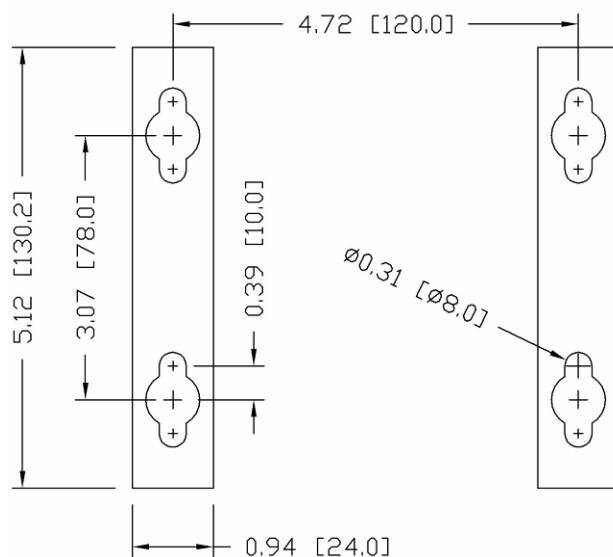

Abb. 2-10: Montagelochmuster
4. Die Position der Montagelöcher gemäß den in Abbildung 2-10 gezeigten Abmessungen auf der vertikalen Oberfläche markieren. Sie können auch